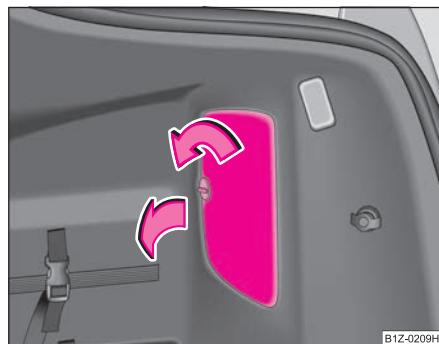

Fig. 230 Portbagajul:
- Deblocați siguranța și deschideți capacul suportului becului ⇒ fig. 230.